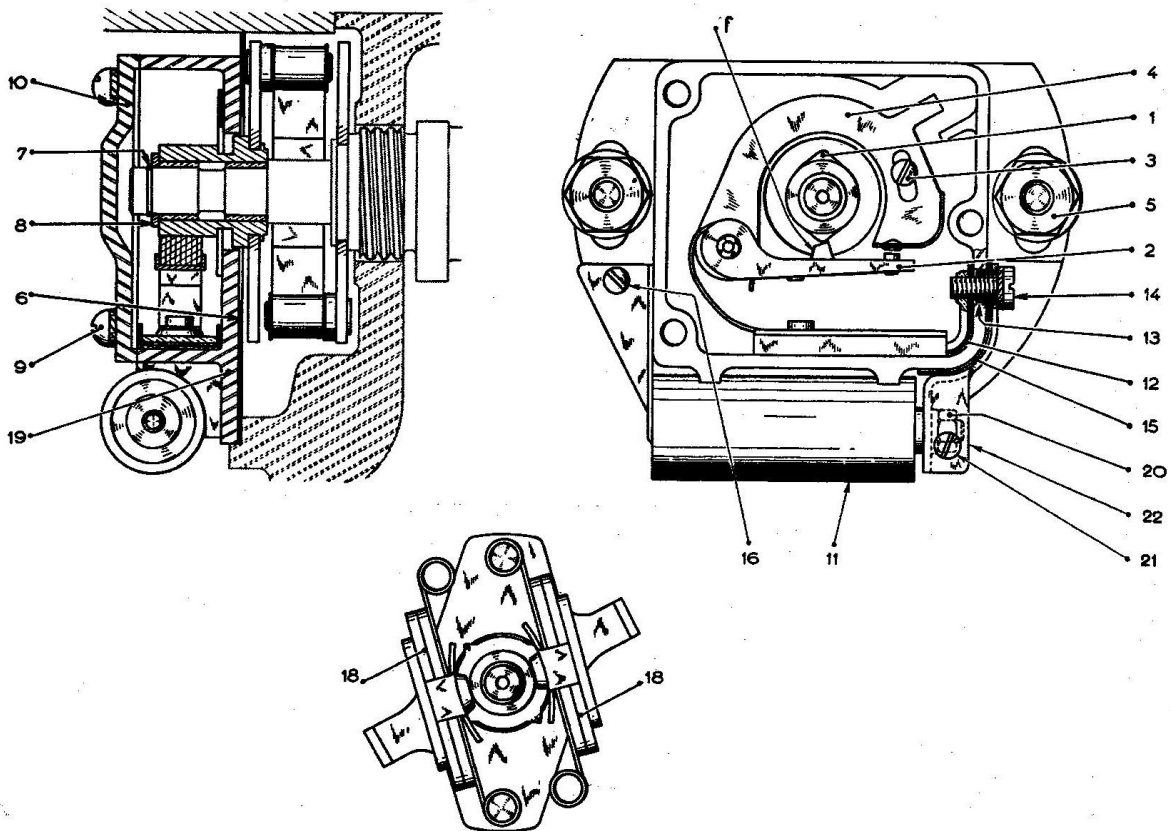

Fig. 16. Afbryderknast med kontaktsæt, kondensator og centrifugalvægte.
Ændring af tændingstidspunktet (grundindstillingen) finder sted ved drejning af kontakthuset, efter at man først har løsnet de to møtrikker (5) i fig. 16, på hvis bolte kontakthuset er monteret i langhuller. Efter justeringen foretages en ny kontrol, idet krumtapakslen drejes en hel omdrejning i normal omløbsretning.
Forinden grundindstilling foretages en kontrol og eventuel justering af kontakt-afstanden. For at kunne ændre afstanden må man først løsne den faste kontaktarms skrue (3) fig. 16. Foran kontakterne er monteret et dæksel (10), fastholdt af skrue-erne (9). På de ældre modeller A og AU må man, forinden grundindstillingen kontrolleres og justeres, bringe centrifugal-vægtene i neutral stilling med hånden. Ar-bejde på kontakthuset kan kun finde sted, efter at man har aftaget ventilatoren.